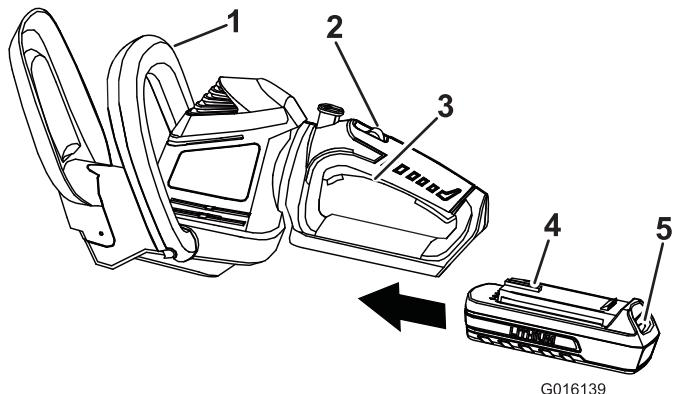

Figura 2
3. Sujete la empuñadura con gatillo (Figura 2).
5. Coloque una mano en la empuñadura con gatillo. Coloque la otra mano en la empuñadura auxiliar (Figura 2).
6. Deslice el interruptor de bloqueo hacia atrás, hacia usted, luego apriete el gatillo para encender el cortasetos (Figura 2). El cortasetos permanecerá encendido mientras se apriete el gatillo. Puede soltar el interruptor de bloqueo una vez que el cortasetos esté funcionando (Figura 2).
2. Alinee la lengüeta de la batería con el hueco correspondiente de la carcasa de la empuñadura (Figura 2).